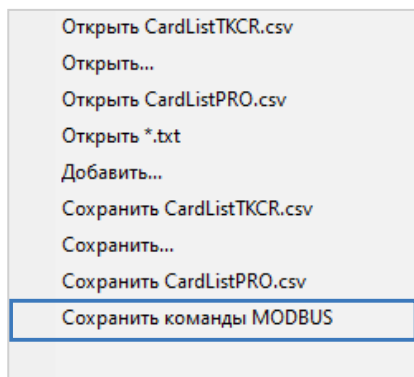

Рис.29. Сохранение команд Modbus
- выберите *Главное меню – Меню «Файл» – Сохранить команды Modbus* (Рис.29).
- выберите *Главное меню – Меню «Файл» – Сохранить команды Modbus* (Рис.29). После этого программа создаст файл ModbusCommands.txt в папке, в которой расположена программа, и запишет в этот файл команды для удаленной настройки считывателя, в том числе и команды для записи списка карт;